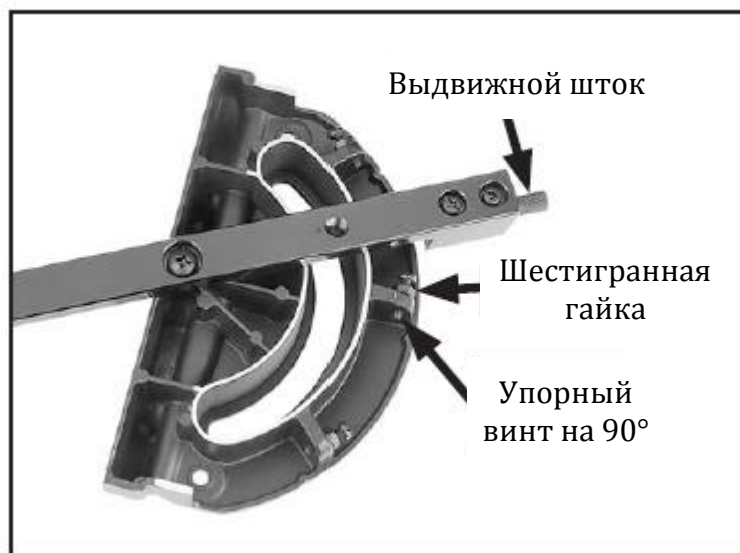

Рис. 83. Проверка упора на 90° поворотной головки
- 5. Ослабить шестигранную гайку (контргайку), фиксирующую упорный винт на 90° (рис. 83), и производить регулировку установочным винтом до тех пор, пока он не упрётся в шток, а угольник не будет равномерно прилегать к корпусу поворотной головки и телу пилы, затем затянуть шестигранную гайку.